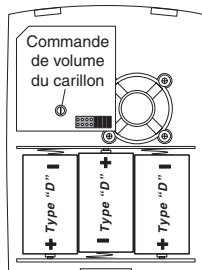

Figure 3
3. Installez 3 piles alcalines « D ». Prenez soin d'orienter les piles correctement (voir la Figure 3).
5. Réglage du volume. Réglez le volume à l'intensité souhaitée (voir la Figure 3).